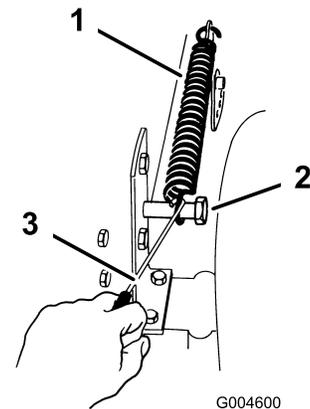

Bild 8
6. Nehmen Sie die hubgestützte Feder zwischen der Hubhalterung rechts am Mähwerk und die Befestigungsschraube ab (Bild 8).